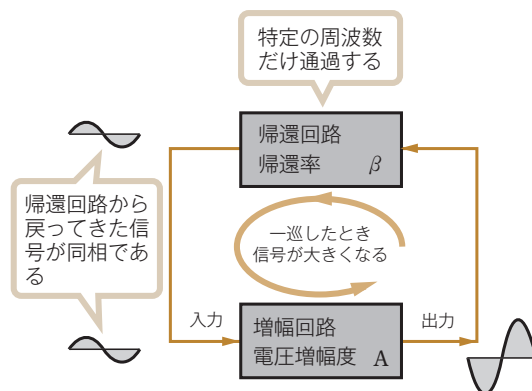

図28 発振回路のブロック図
これを図28のように発振回路のブロック図に置き換えてみると、増幅回路と帰還回路④という組み合わせになる。つまり発振動作では、増幅回路の入力→増幅回路の出力→帰還回路→増幅回路の入力というように、増幅された出力信号の一部を、同じ位相にして入力側へ戻している。